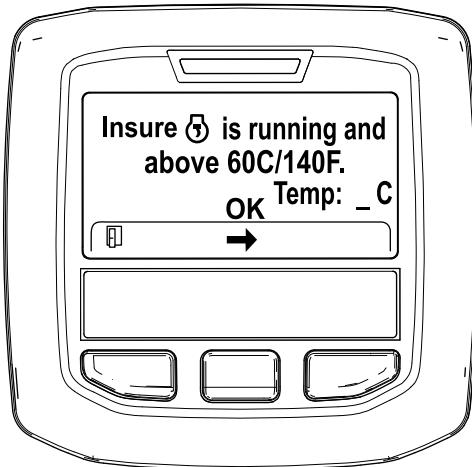

Figura 50
- Se la temperatura del refrigerante è inferiore a 60 °C, viene visualizzato il messaggio "Insure is running and above 60C/140F" (Assicurarsi che sia in funzione e sopra 60 °C). (Figura 50).